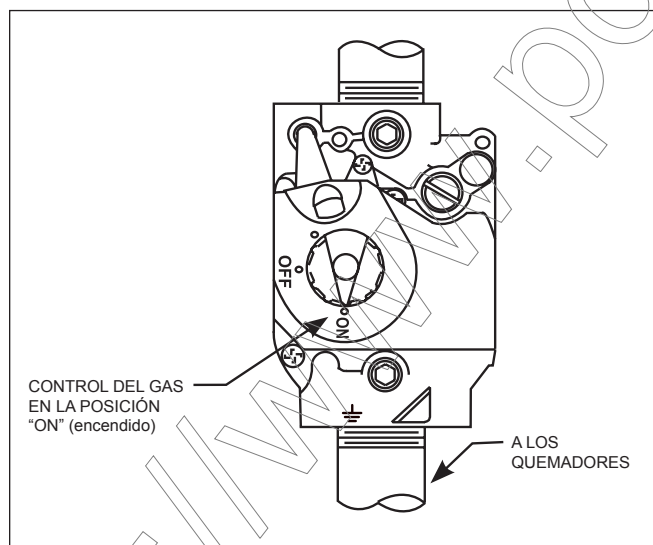

Figura 32. Válvula del gas
4. Gire la perilla de control de la válvula de gas en sentido contrario a las agujas del reloj hasta llegar a ON (encendido). Véase Figura 32.